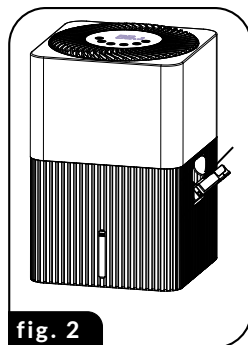

fig. 2
1. Vipp vanninntaket (8) lett.
2. Hell forsiktig omkring 3 liter kaldt, friskt vann i tanken (10) - se Fig. 2.
3. Bruk vannivåindikatoren (9) for å overvåke vannnivået (10) i tanken. "MAKS"-nivået tilsvarer omtrent 3 liter vann.
5. Etter at tanken er fylt, sett inntaket (8) tilbake i originalposisjon.